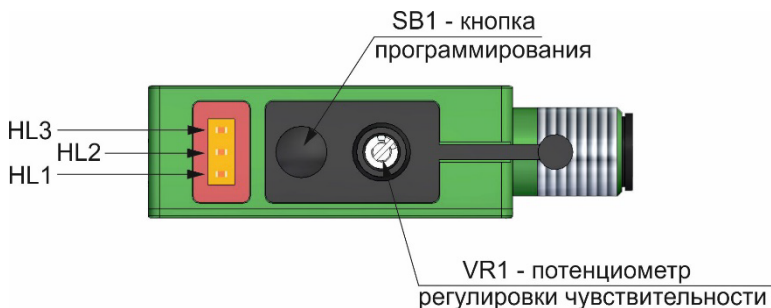
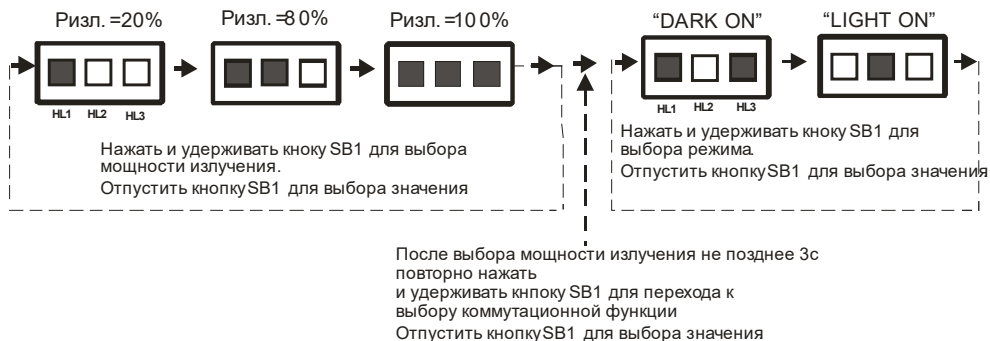

Рисунок 2 – Панель настройки и регулировки
Рисунок 4 - Работа индикаторов при настройке выключателей
3.6 Выключатель имеет панель настройки и регулировки, которая показана на рис. 2. На панели расположены: светодиодные индикаторы режима работы HL1, HL2, HL3; кнопка программирования, закрытая мембраной; потенциометр регулировки чувствительности, защищенный съемной заглушкой.
2) Нажать и удерживать кнопку программирования SB1 в течение 5-7с. Излучатель перейдет в режим программирования. Продолжить удерживать кнопку SB1. В окне индикации режимов (см. рис.2) светодиоды HL1, HL2, HL3 начнут поочередно загораться в соответствии с рис. 4, индицируя режим 20%, 80%, и 100% мощности.
6) Продолжить удерживать кнопку SB1. В окне индикации режимов светодиоды HL1, HL2, HL3 начнут поочередно загораться в соответствии с рис. 4, индицируя режим DARK ON или режим LIGHT ON.